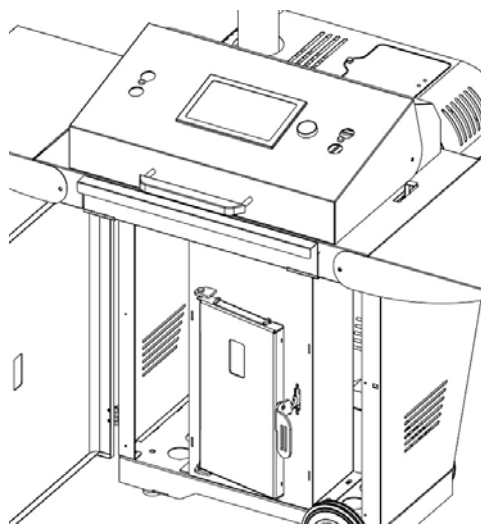

Abb.05
- Lehnen Sie die Brandschutztür einige Minuten oder länger an (Abb.05) (dies hängt von der Umgebungstemperatur ab)